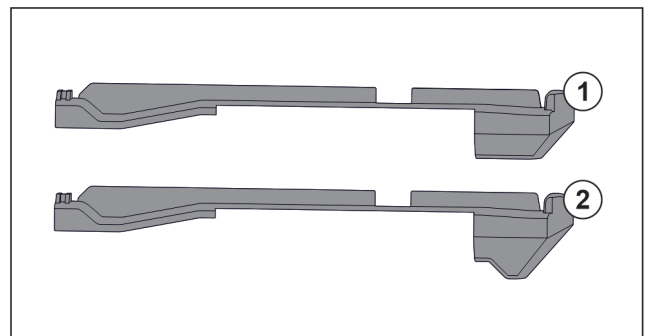

Fig. 36 Vergelijking van de insteekelstelsel
In het apparaat bevinden zich twee verschillende insteekelstelsel. Het insteekelstelsel boven de onderste lade Fig. 36 (2) heeft een driehoekige rand. Alle overige insteekelstelsel Fig. 36 (1) hebben een rechte rand.
- ▶ Insteekelstelsel Fig. 36 (2) met de driehoekige rand boven de onderste lade aanbrengen.
- ▶ Insteekelement *Fig. 36 (1)* met rechte rand op alle overige plekken aanbrengen.